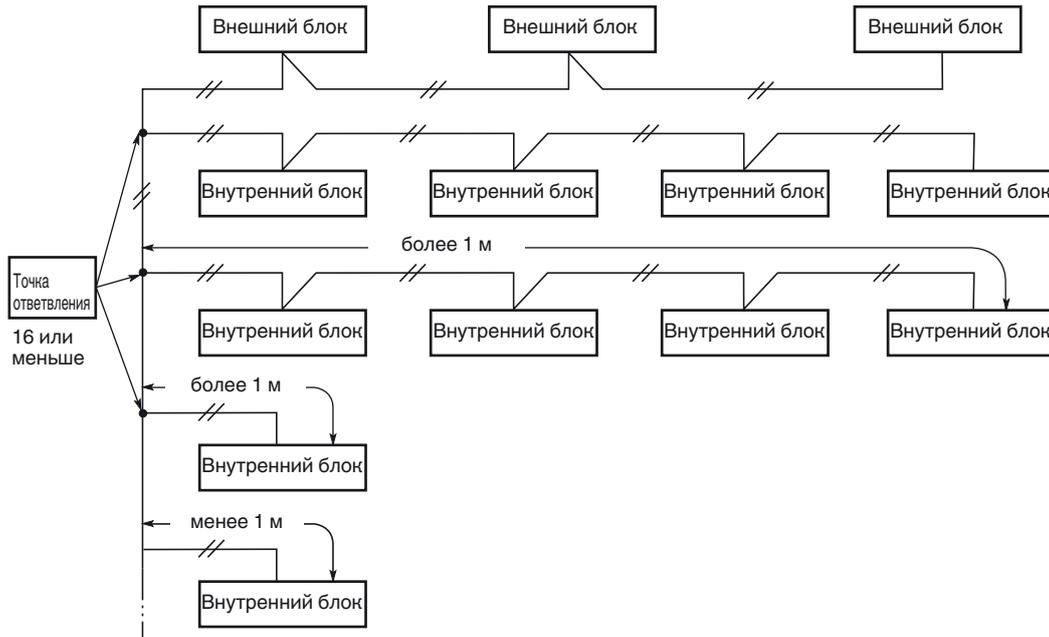

Рис. 4-5
- (4) При формировании ответвлений межблочной проводки управления число точек ответвления не должно превышать 16. (Ответвления длиной менее 1 м не включаются в общее число ответвлений.) (Рис. 4-5)